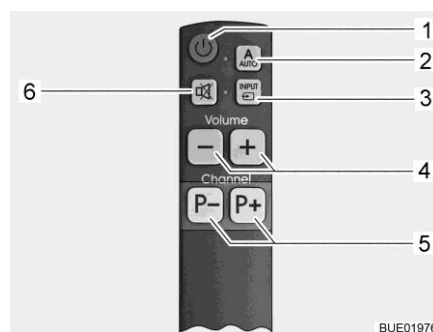

Fig. 55 Télécommande simplifiée (option)
- Appuyer pendant 1 seconde sur la touche AUTO (Fig. 54,2 ou Fig. 55,2). Le téléviseur et l'unité de commande sont ainsi allumés.
- Appuyer sur les touches de sélection de programme (Fig. 54,4 ou Fig. 55,5) jusqu'à ce que le programme de télévision désiré soit choisi.
- Appuyer sur la touche INPUT (Fig. 54,3 ou Fig. 55,3) jusqu'à ce que la source de signal désirée soit choisie.
- Pour retourner à l'affichage du canal satellite, appuyer sur la touche INPUT (Fig. 54,3 ou Fig. 55,3) jusqu'à ce que la source de signal DVB-S2 soit choisie.
- Appuyer sur la touche AUTO (Fig. 54,2 ou Fig. 55,2).
- Appuyer sur la touche Téléviseur Marche/Arrêt (Fig. 54,1 ou Fig. 55,1). L'unité de commande ne s'allume pas, l'antenne reste en position rangée.
- Appuyer sur la touche INPUT (Fig. 54,3 ou Fig. 55,3) jusqu'à ce que la source de signal désirée (telle que DVD) soit choisie.
- Appuyer sur la touche Téléviseur Marche/Arrêt (Fig. 54,1 ou Fig. 55,1) pour éteindre le téléviseur.